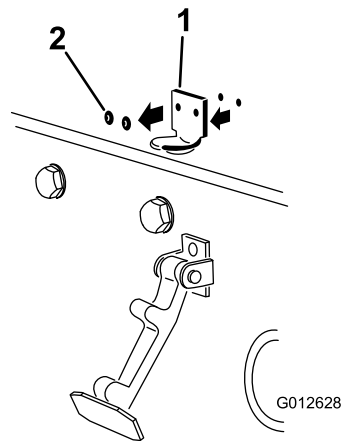

Рисунок 30
- Удалите заклепки (2 шт.), которые крепят кронштейн защелки капота к капоту (Рисунок 30). Снимите кронштейн защелки капота с капота.